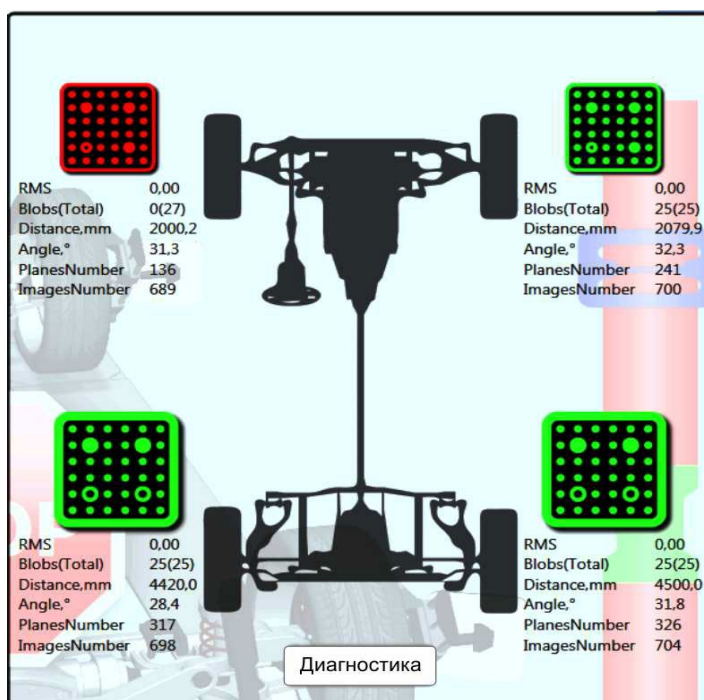

Рисунок 6.4 – Увеличенный индикатор распознавания мишеней
Если мишень не распознана, выполнение измерений останавливается, на экран выводится увеличенное окно индикации распознавания мишеней, рисунок 6.4, до восстановления распознавания мишеней (зависит от настроек, вкладка настроек «Интерфейс», п.7.4).
- зайти в окно «Настройка», выбрать закладку «Диагностика». В изображениях, полученных от камер, мишени должны располагаться в рамках, рисунок 6.4. По изображениям определить причину и устранить ее.